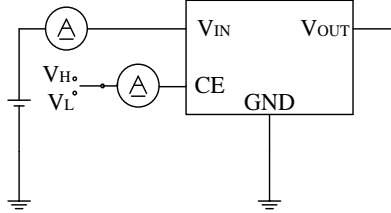

图2
- I_{SS}: V_{IN}=10V CE=V_H, 无负载时, 图 2 中电流表的电流值。
I_{SS1}: V_{IN}=10V CE=V_L, 无负载时, 图 2 中电流表的电流值。